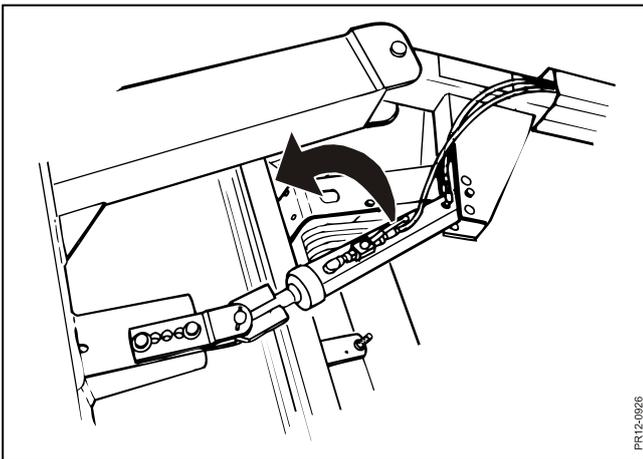

Fig. 2-19
**Fig. 2-19** Nachdem die Maschine in Transportstellung gebracht worden ist, den Kugelhahn beim Zylinder für die Zugdeichsel abdrehen, damit die Maschine im Falle eines Schlauchbruchs oder unbeabsichtigter Aktivierung des Steuerventils während des Transports nicht in Arbeitsstellung gebracht wird. Den Einstellhebel des Kugelhahns in Richtung des Pfeils bewegen, gemäß der Figur, um die Ölzufuhr abzustellen.